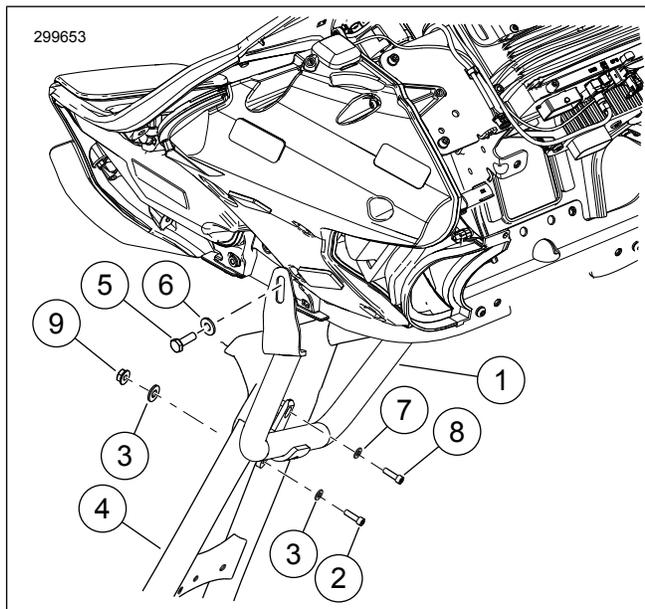

Figure 3.
1. Voir la figure 3. Maintenir l'ensemble support de carénage en position.
2. Voir la figure 3. Installer sans les serrer les vis de montage du support du carénage intermédiaire (2, 8), les rondelles plates (3, 7) et l'écrou (9) du kit.
3. Installer des supports latéraux sur le véhicule à l'aide de deux vis (5) et de rondelles (6) qui ont été retirées plus tôt.
4. Serrer la vis de montage supérieure du carénage intermédiaire (8).